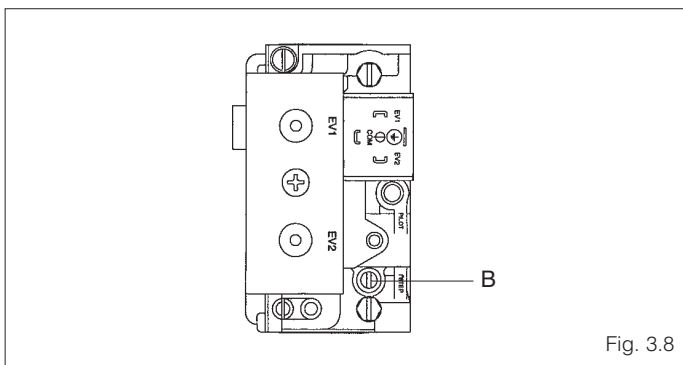

Fig. 3.8
- Agire sul regolatore di lenta accensione (B) ed impostare la pressione corretta per un'accensione morbida (fig. 3.8).